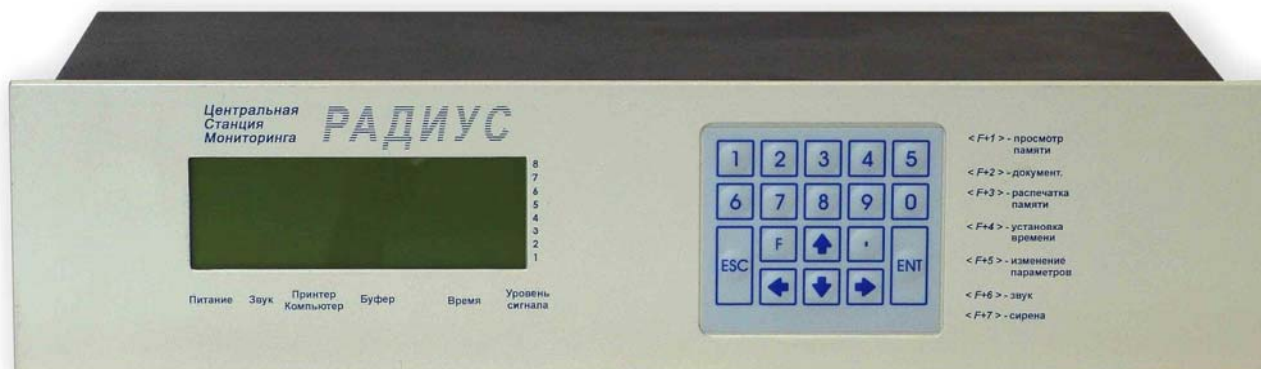

Рисунок 1 – Общий вид ЦСМ «Радиус-1000»
1.4.1.1 Конструктивно станция ЦСМ выполнена в виде настольного прибора в металлическом корпусе со съемной верхней крышкой (рисунок 1).